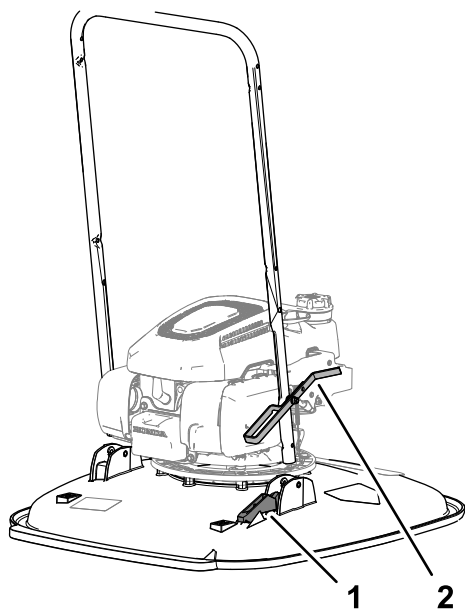

Рисунок 6
2. Совместите ножной упор рукоятки с упорным кронштейном верхнего положения на деке (Рисунок 6).